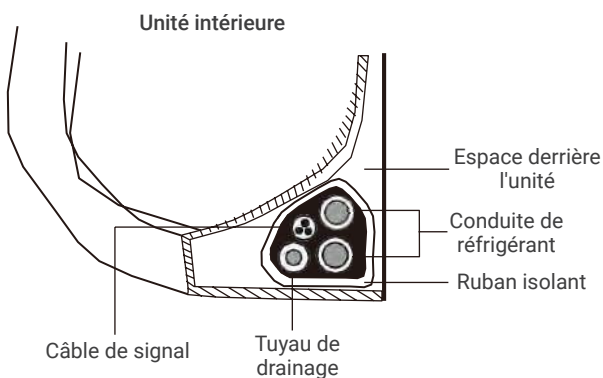

Fig 3.12
1. Réunissez le tuyau d'évacuation, les conduites de réfrigérant et le câble de signal comme illustré sur la Fig. 3.12.
3. À l'aide d'un ruban isolant, enveloppez fermement ensemble le câble de signal, les conduites de réfrigérant et le tuyau d'évacuation. Revérifiez que tous les éléments sont bien réunis conformément à la Fig. 3.12.